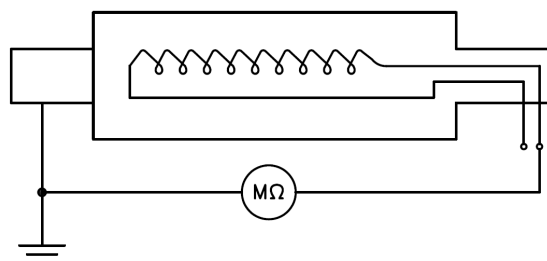

Abbildung 2
- **Rotorwicklungen:** den Isolationswiderstand zwischen einer Wicklungsklemme des Hauptrotors auf der Gleichrichterbrücke und der Rotorerdung (Welle) messen (siehe **Abbildung 2**).